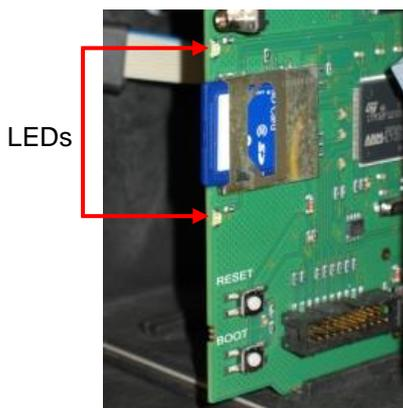

Abbildung 31
8. Der Testomat startet neu und führt das Update durch. In diesem Modus werden keine Textausgaben gemacht, sondern der Status wird über die LEDs der SD-Karte (siehe Abbildung 31) sowie die LEDs auf der Steuerplatine (siehe Abbildung 33 auf Seite 71) angezeigt. Der Programmierfortschritt wird als Balken mit 5 LEDs auf der Steuerplatine angezeigt: Zuerst blinkt nur LED1 (nahe dem Steckverbinder zur Grundplatine) einmal alle 2 Sekunden, später leuchtet sie dauerhaft, und die nächste LED fängt an zu blinken. Der Vorgang wiederholt sich so lange, bis alle LEDs permanent leuchten. Das Firmware-Update ist damit abgeschlossen. Der Testomat wird automatisch mit der neuen Betriebssoftware gestartet. Das komplette Firmware-Update dauert ca. 70 Sekunden.